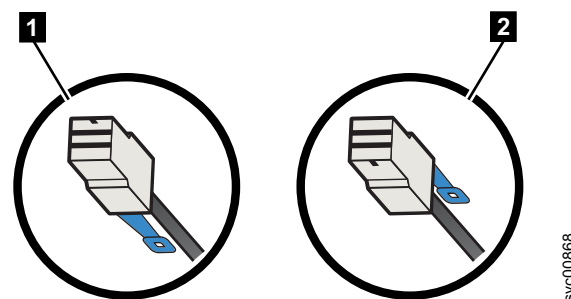

Abbildung 134. Ausrichtung des SAS-Kabelsteckers
- Bei Erweiterungsgehäusen 2145-24F und 2145-12F muss sich die blaue Haltezunge unter dem Kabel befinden (**1** in Abb. 134).
- Bei 2145-SV1- oder 2145-DH8-Knoten und 2145-92F-Gehäusen muss sich die blaue Haltezunge über dem Stecker befinden (**2** in Abb. 134).